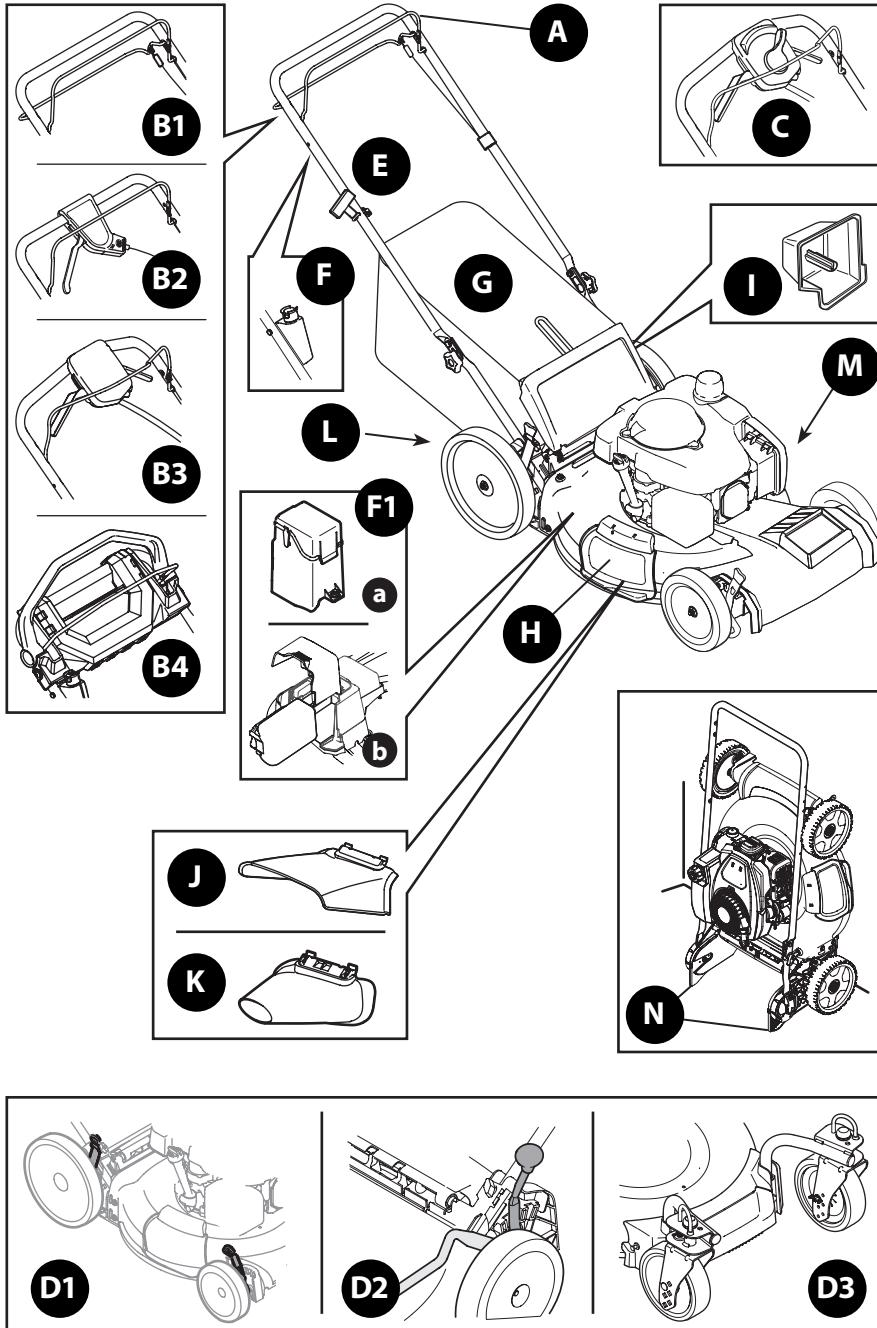

Figura 33
1. Las cortadoras de césped que están equipadas con arrancadores eléctricos también están equipadas en una caja cerrada para baterías (a) o un paquete de baterías de que se pueda extraer (b) (Figura 33 en la página 38).